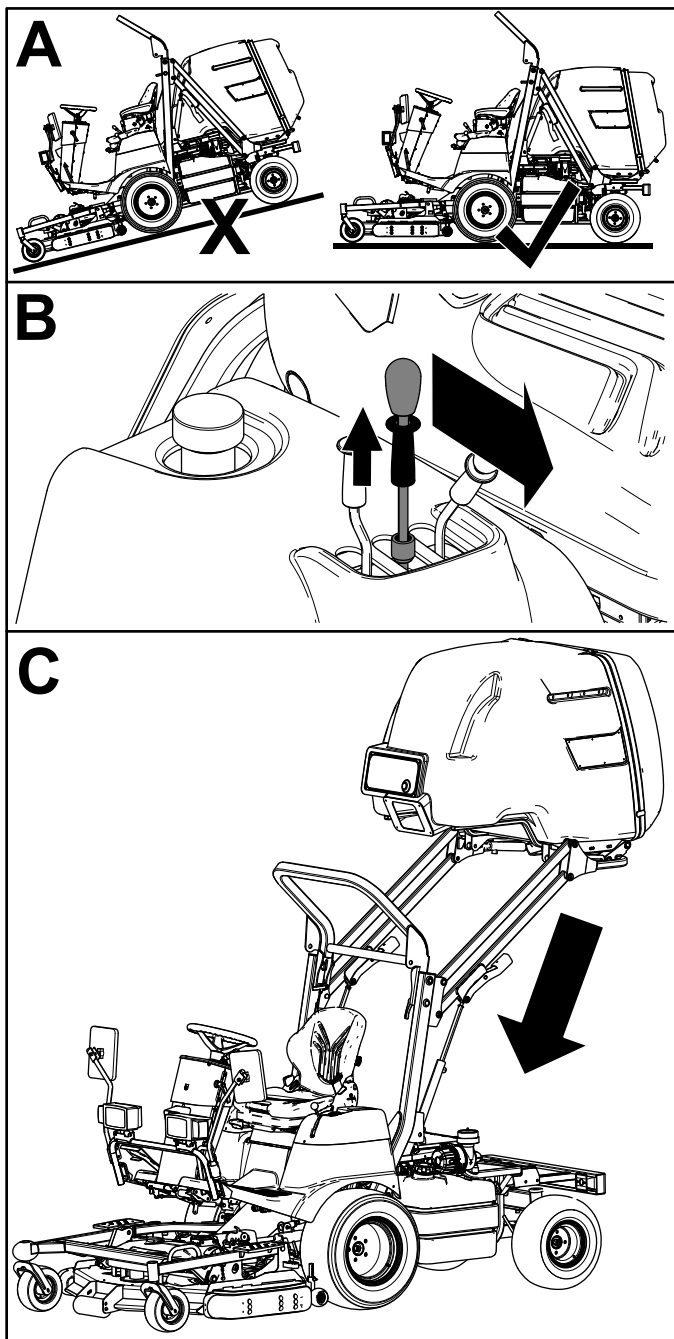

Figura 24
2. Trageți în sus inelul de blocare a manetei de ridicare a buncărului și deplasați maneta complet spre față pentru a coborî buncărul (Figura 24).